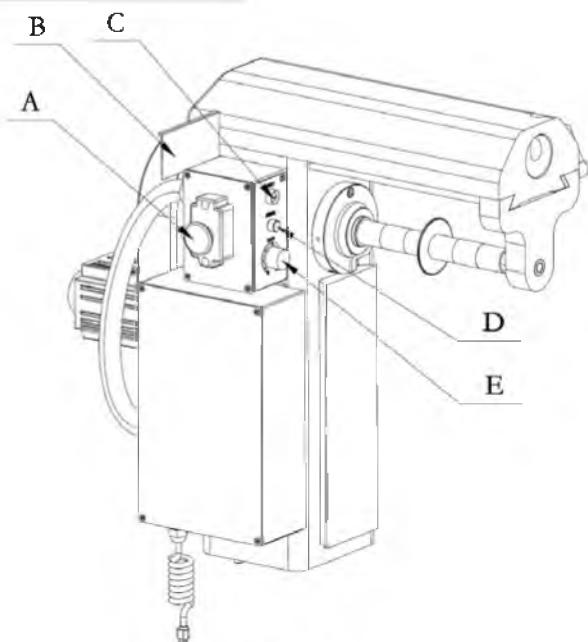

Рис.3
Откройте крышку аварийного выключателя (A, Рис.3) и нажмите на зеленую кнопку.
Для начала работы станка СЛЕГКА поверните рукоятку изменения частоты вращения (E, Рис.3) по часовой стрелке. Будет слышен щелчок включения питания двигателя, однако шпиндель не будет вращаться до тех пор, пока рукоятка (E, Рис.3) не будет повернута по часовой стрелке еще немного. Частота вращения будет увеличиваться поворотом рукоятки прогрессивно. Станок должен проработать 5 минут, за время которых частоту вращения шпинделя надо повысить до максимального значения. Проработав 2 минуты в таком режиме надо остановить станок и отключить питание.
В случае перегрузки двигателя, происходит его отключение, при этом загорается индикатор перегрузки желтого цвета (С, Рис.3).
- 3) повернуть рукоятку (Е, Рис.3) влево, до щелчка (упора)